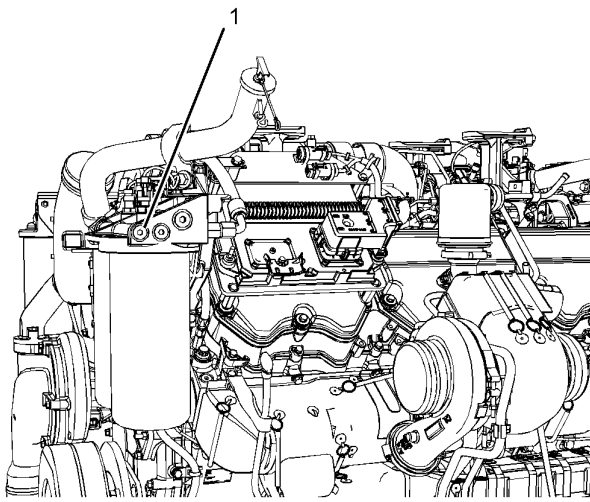

Рисунок 3
1. Снимите заглушку (1) с основания топливного фильтра тонкой очистки. См. рисунок 3 .